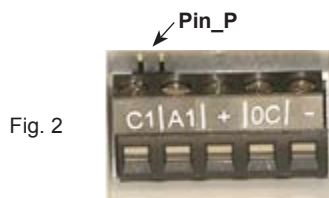

Fig. 2
1. Établir une connexion entre les deux contacts PIN_P situés derrière la plaque à bornes (Fig. 2)